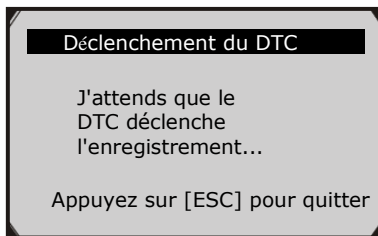

Figure 5.25
- Si le **déclencheur DTC** est sélectionné, l'écran suivant apparaît : (Figure 5.25)